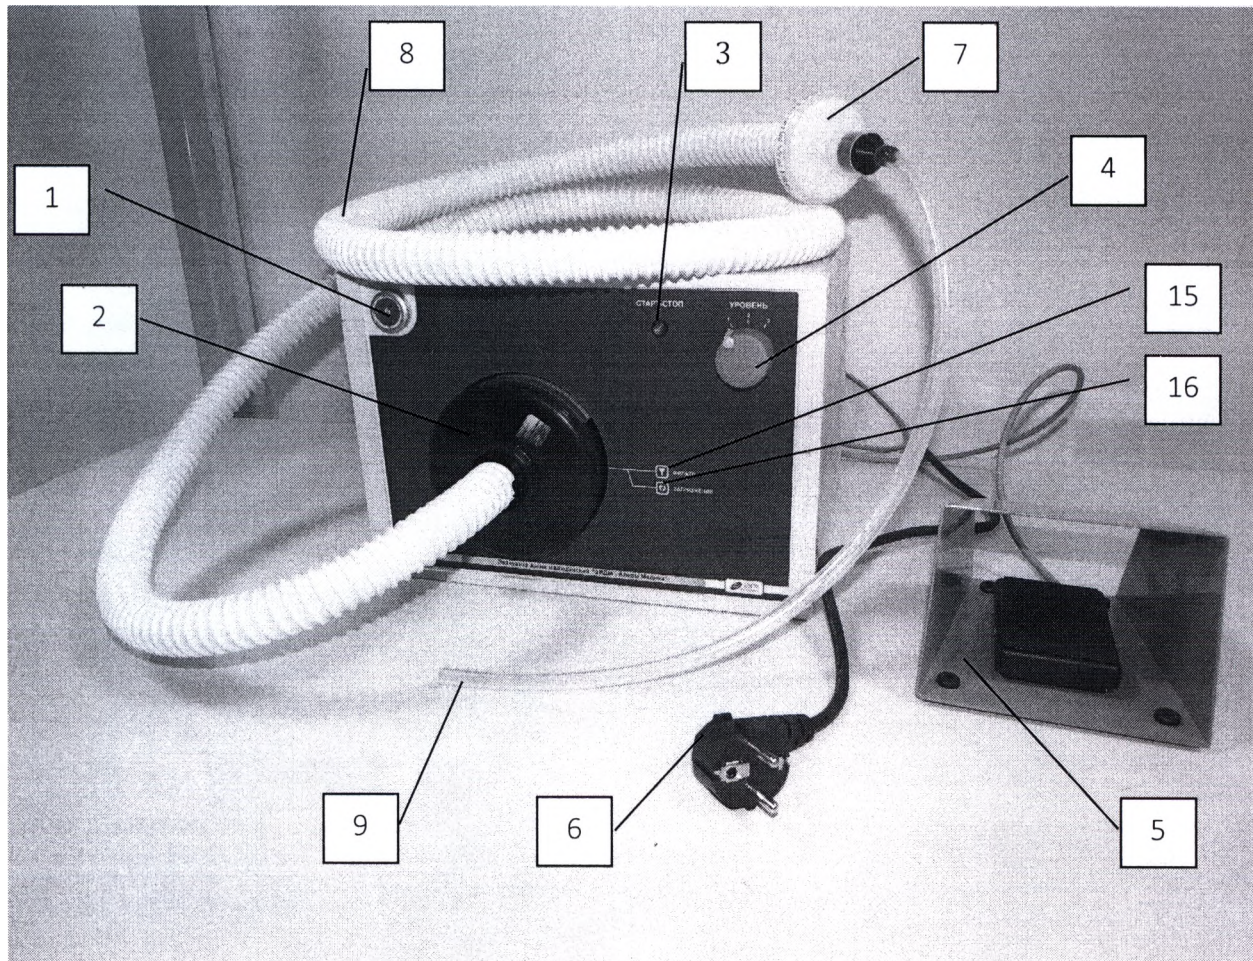
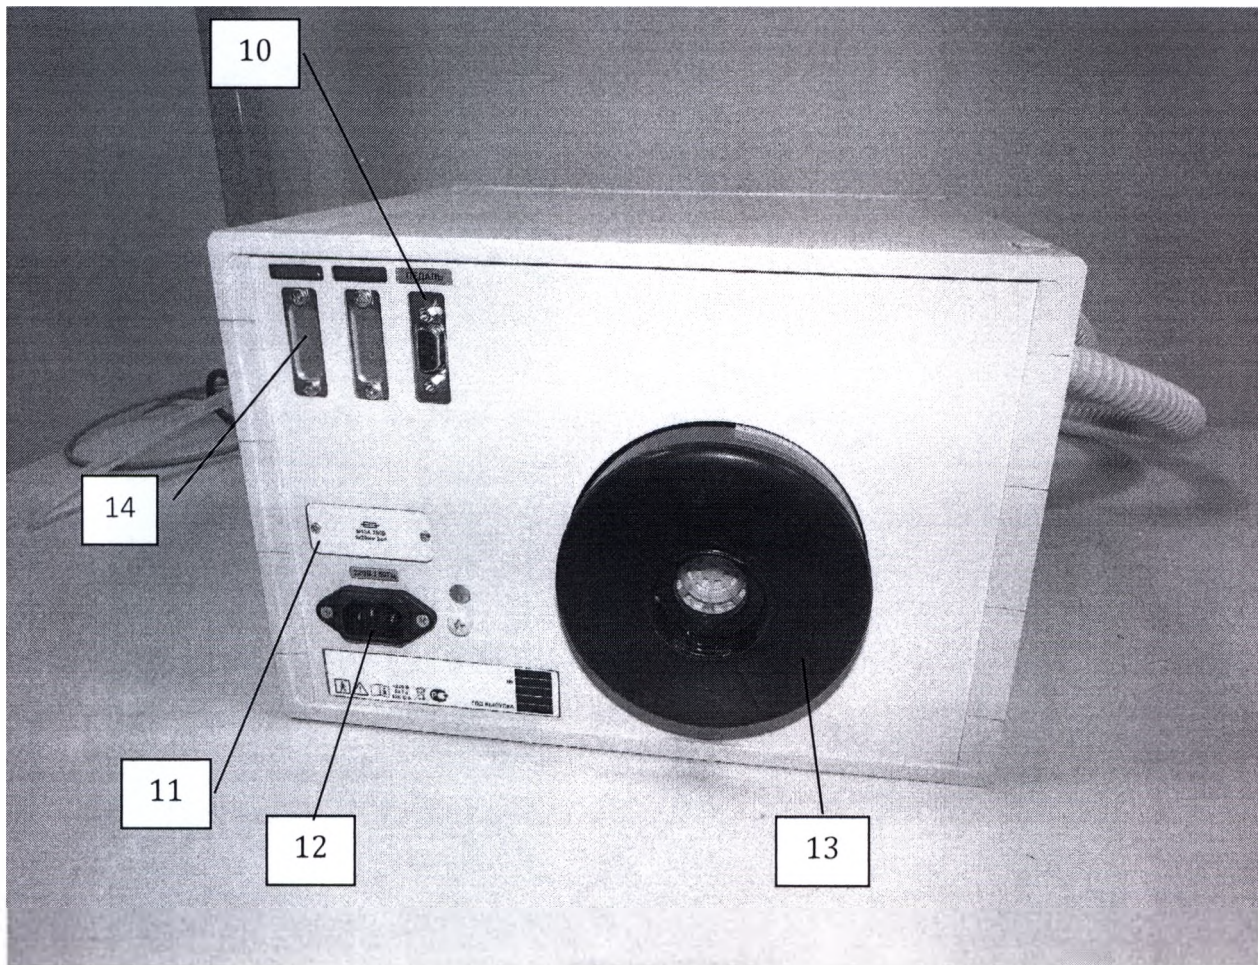

Рис.1
Рис.2
1.2.3.2. Подключите изделие ЭВДМ к питающей сети с помощью сетевого кабеля к разъему "220В/50Гц" (поз. 12 рис.2)
1.2.3.3. При необходимости использования педали, подключите ее в разъем (поз. 10 рис. 2)
1.2.3.4. Подсоедините входной (поз. 2 рис. 1) и выходной фильтры (поз. 13 рис.2).
1.2.3.5. Подсоедините к входному фильтру шланг гофрированный (поз. 8 рис.1).
1.2.3.6. Подсоедините к шлангу гофрированному фильтр предварительной очистки (поз. 7 рис. 1).
1.2.3.7. Подсоедините к фильтру предварительной очистки переходник с силиконовым шлангом (поз. 9 рис. 1)
1.2.4.1. Выставьте ручку регулировки мощности всасывания (поз.4 рис.1) на минимальное значение, в положение 1.
1.2.4.2. Включите мотор изделия ЭВДМ нажатием кнопки (поз.3 рис 1) или педалью (поз. 5 рис. 1), если она была подключена.